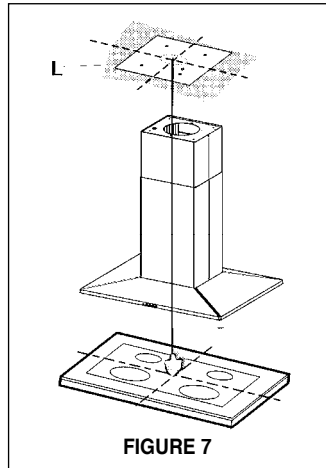

FIGURE 7
3. Un gabarit (L de la FIGURE 7) pour installer le support est fourni avec ce dernier. Utiliser ce gabarit pour marquer les trous du support au plafond.
4. Déterminer et faire toutes les coupes nécessaires pour les conduits. L'ouverture du conduit est illustrée sur le gabarit (L de la FIGURE 7). Installer les conduits avant de fixer le support. Le conduit n'est pas dans le centre exactement de la treillis.